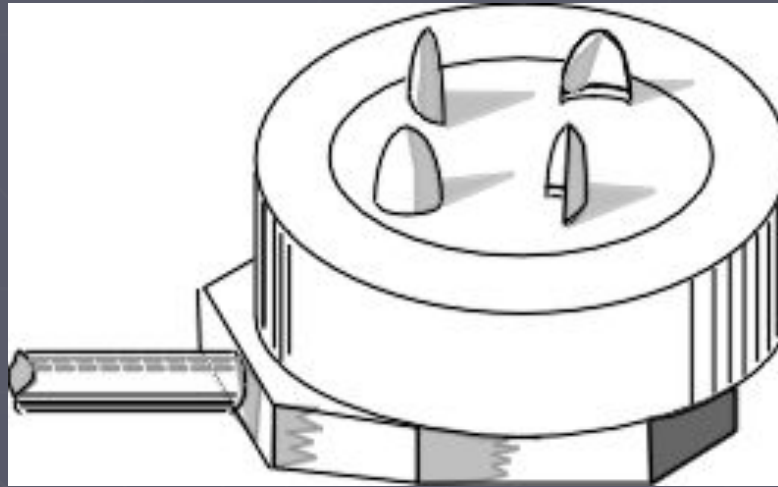

Рис. 11. Колесо самолета по пат. Франции 2600619.
- ▶ Когда самолет садится, видны клубы дыма - это его колеса касаются земли, происходит удар и колеса раскручиваются, пробуксовывая. При этом колеса сильно изнашиваются. Явное несогласование ритмики колеса (инструмента) и посадочной полосы (изделия). По пат. Франции 2600619 (рис. 11) предложено на боковые поверхности колес установить лопатки - встречный поток раскрутит колеса перед посадкой.